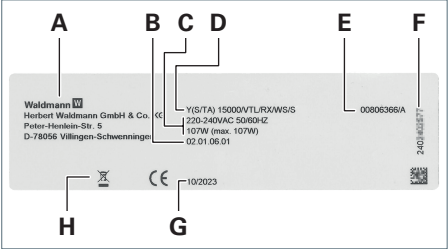

Fig. 27: Plaque signalétique tête de luminaire (exemple).
- Tête du luminaire existante, à partir du numéro de série 2402389763, voir Fig. 27.